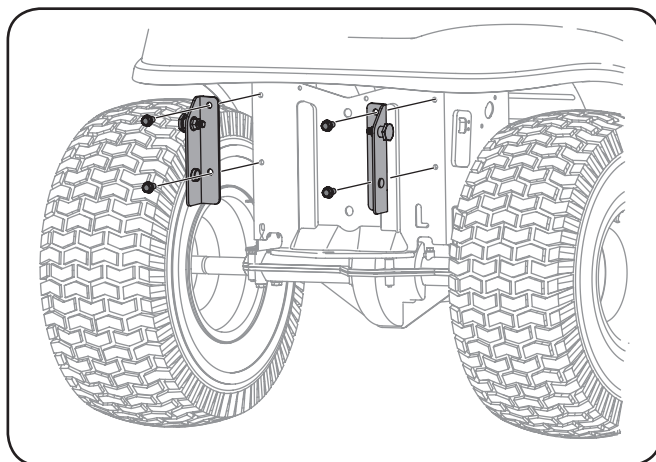

Figure 4-2
3. Installez les supports de montage pour tracteurs de la série 700 à votre tracteur au moyen de quatre vis autotaraudeuses hexagonales comprises dans votre trousse. Reportez-vous à la Figure 4-2.